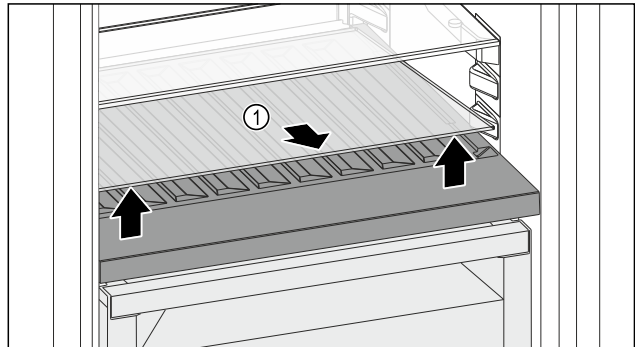

Fig. 185
- ▶ Glasplatte Fig. 185 (1) an der Aussparung vorne anheben und herausnehmen.
- ▶ Glasplatte Fig. 185 (1) außerhalb des Geräts sicher aufbewahren.
- ▶ Glasplatte (2) unter der variablen Flaschenablage einlegen.